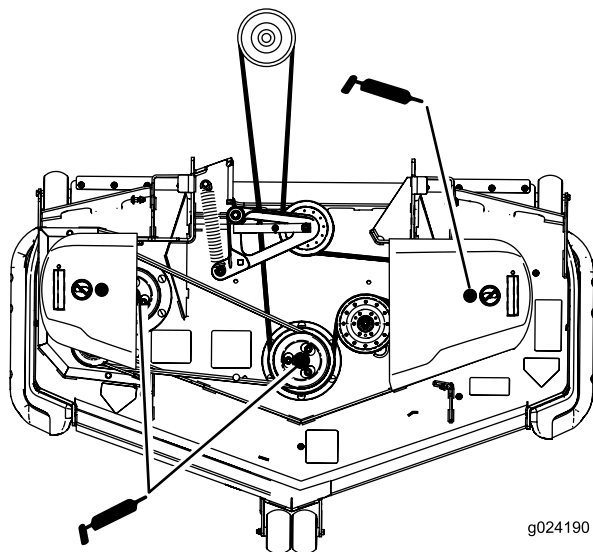

Figure 40
5. Graissez les roulements des trois axes jusqu'à ce que la graisse ressorte par les joints inférieurs (Figure 40).
- Graissez le bras de la poulie de tension de la courroie d'entraînement (Figure 40).